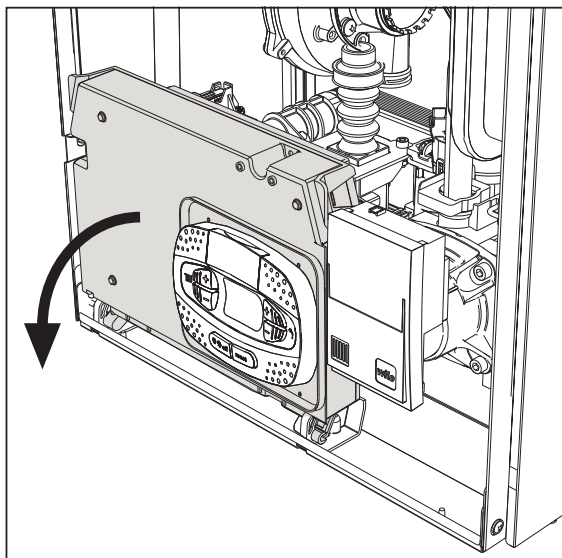
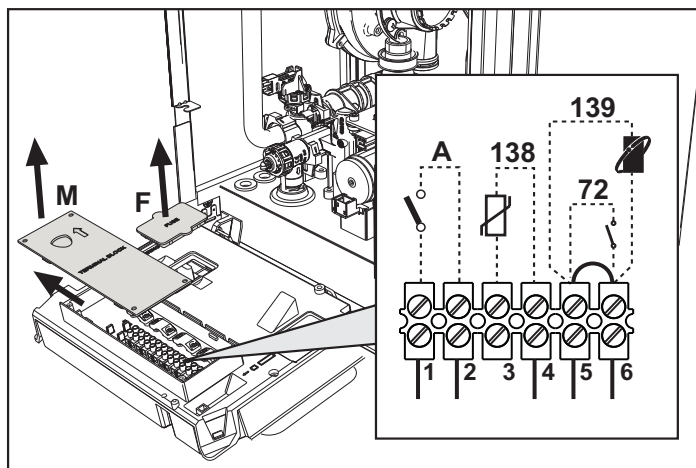

fig. 19
fig. 20
Tras quitar el panel frontal ( \*\*\* 'Apertura del panel frontal' on page 32 \*\*\* ) es posible acceder a la caja de conexiones (M) y al fusible (F) como se indica a continuación (fig. 19 y fig. 20). **Los bornes indicados en la fig. 20 deben tener contactos secos (no 230 V).** La posición de los bornes para las diferentes conexiones también se ilustra en el esquema eléctrico de la fig. 61.